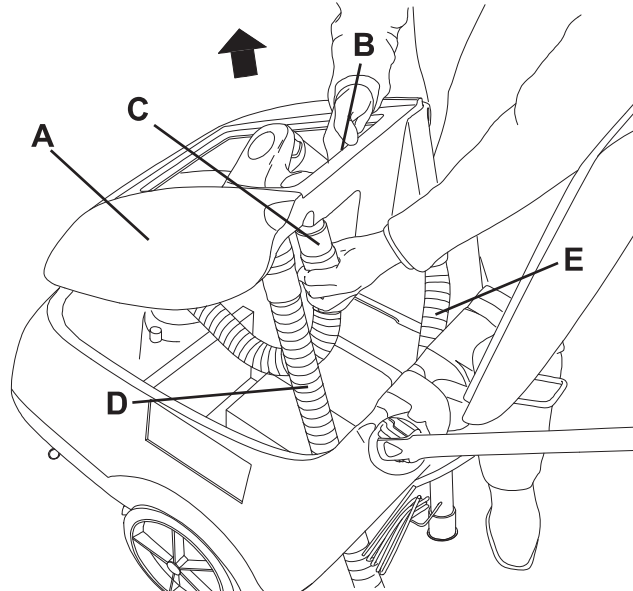

Abbildung 5
1. Schmutzwassertank (31) wie im entsprechenden Abschnitt erläutert entleeren.
4. Ansaugrohr (22) von der Sauglippe (11) lösen.
5. Schmutzwasserablassrohr (16) aus dem Halter (17) nehmen.
6. Deckel (6) öffnen.
7. Schmutzwassertank (A, Abb. 5) im Bereich (B) halten und leicht anheben.
8. Ansaugrohr (C) vom Tank abnehmen und Tank (A) mit den Leitungen (D) und (E) entfernen.